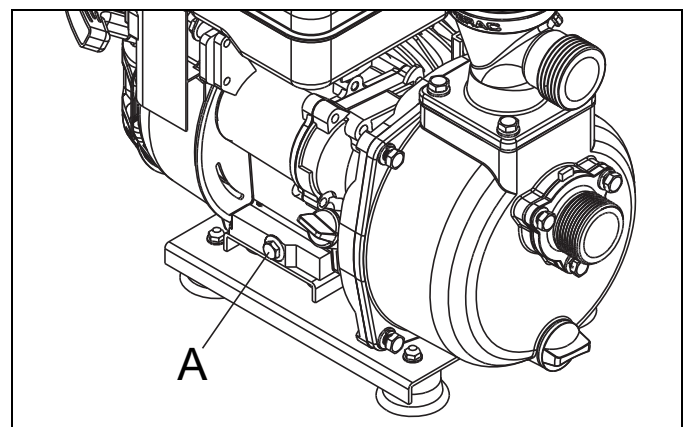
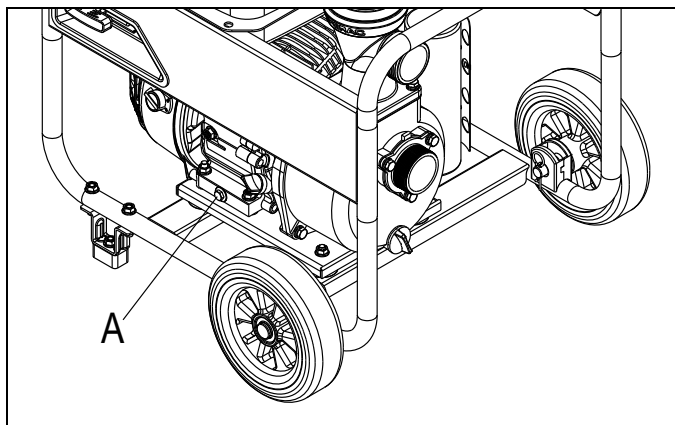

Figure 6-3. Bouchon de vidange d'huile du modèle CW15
Figure 6-4. Bouchon de vidange d'huile du modèle ST20
3. Nettoyez la zone autour du bouchon de vidange d'huile (A) (Figure 6-3) et (Figure 6-4). Le bouchon de vidange d'huile se trouve à la base du moteur.